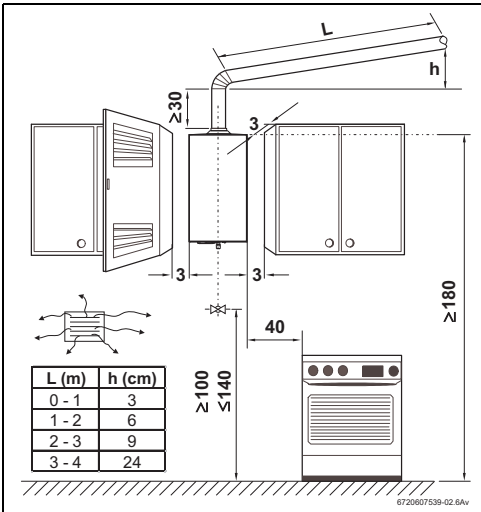

Fig. 21 Distâncias mínimas
- Respeitar as medidas mínimas de instalação indicadas na Fig. 21.